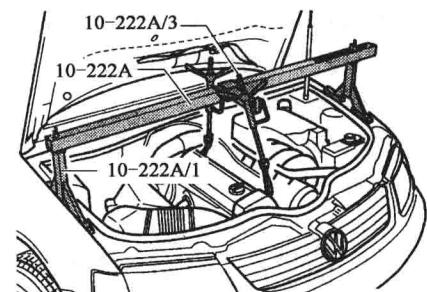

图1-12 安装支架
(1) 安装支架,如图1-12所示:
①在有防盗收音机的汽车上,记录_____。
②拆除蓄电池的_____。
③拆卸发动机_____。
④把螺杆接头10-222A/3安装在_____上。
⑤安装带有支架_____的支撑设备10-222A/1。
⑥拆卸前轮。
(2) 拆卸传动轴：
①拆除_____。
②拆除_____。
③从轮罩左侧和右侧拆卸_____，如图